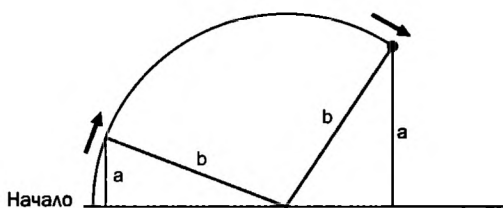
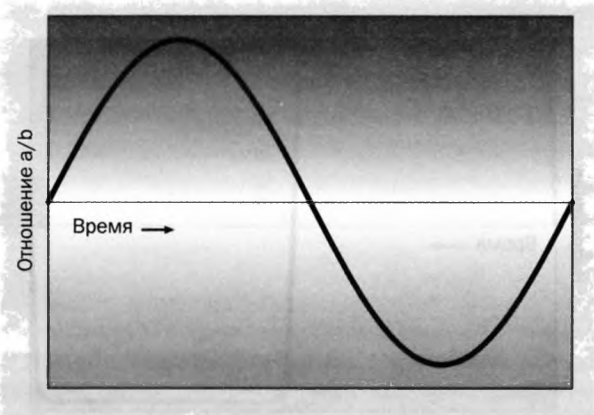

Рис. 5.48. Вы можете нарисовать синусоиду с помощью простых геометрических соотношений
Рис. 5.49. Синусоидальная звуковая волна, создаваемая любым инструментом, заставляющим воздух вибрировать, например флейтой. Это приятный и гармоничный звук
Чтобы упростить картину, представьте шар на веревке, вращающийся вокруг центральной точки, как показано на рис. 5.48. Не будем учитывать гравитацию, сопротивление воздуха и другие отвлекающие факторы. Просто измеряйте высоту подъема шара и делите ее на длину веревки через равные интервалы времени, пока шар движется по кругу с постоянной скоростью. Отобразите результаты в виде графика, и у нас получится синусоида, показанная на рис. 5.49. Заметьте, что когда шар движется по кругу ниже своей исходной горизонтальной линии, мы считаем это расстояние отрицательным, и таким образом синусоида также становится отрицательной.
- По аналогии мы можем изобразить волны сжатия и расширения как напряжение, амплитуда которого меняется от максимума к минимуму и обратно (рис. 5.49).